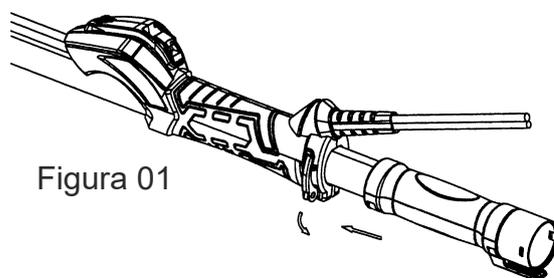

Figura 01
- Afrouxe a chave de bloqueio e conecte o extensor à fresadora (figura 01).